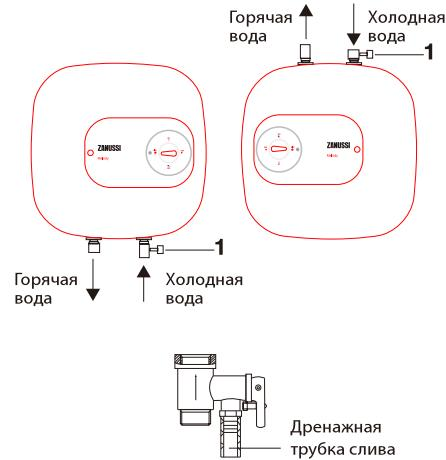

Рис. 5.
3. Предохранительний клапан слідє установити в місці входу води (див. рис. 5).